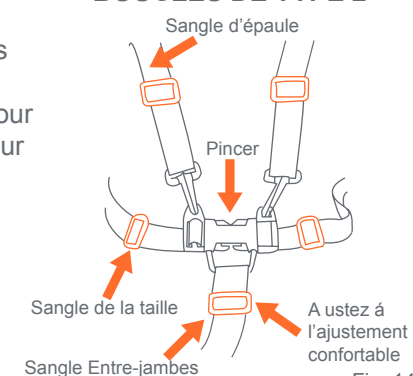

Fig. 14c
• Placer soigneusement l'enfant dans le siège de la poussette et tirer la ceinture de sécurité autour de la taille de l'enfant. Attacher l'entre-jambes entre les jambes de l'enfant. Insérer l'extrémité male de chaque ceinture de sécurité des épaules et de la taille dans la boucle de l'entre-jambes. Serrer la ceinture de sécurité pour qu'elle soit serrée mais confortable autour de la taille de l'enfant (Fig. 14c).